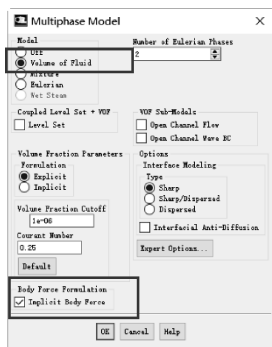

图 11-7 多相流模型
(1) 单击 Ribbon 功能区【Setting Up Physics】→【Multiphase...】→【Multiphase Model】→【Volume of Fluid】→【Body Force Formulation】= Implicit Body Force，其他参数默认，单击【OK】退出窗口，如图 11-7 所示。